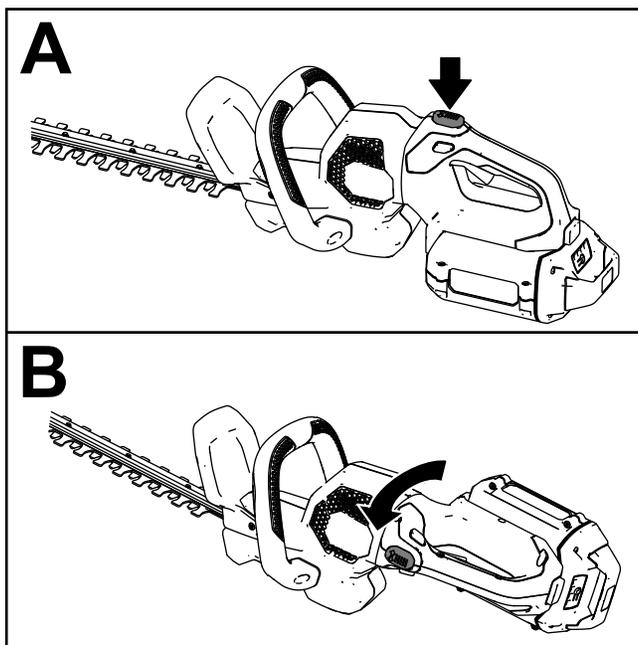

Figure 8
- Appuyez de manière prolongée sur le bouton de verrouillage de rotation (encadré A de la Figure 8).
- Tournez la poignée de 90° vers la droite ou la gauche selon le sens de coupe recherché, puis relâchez le bouton de verrouillage de rotation pour bloquer la poignée à la position voulue (encadré B de la Figure 8).